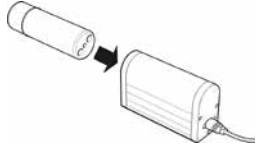

Fig. 12
3. Coloque la batería en el cargador (ver fig. 12). La batería se sostiene por una fuerza magnética y se alinearé de manera automática en el cargador.